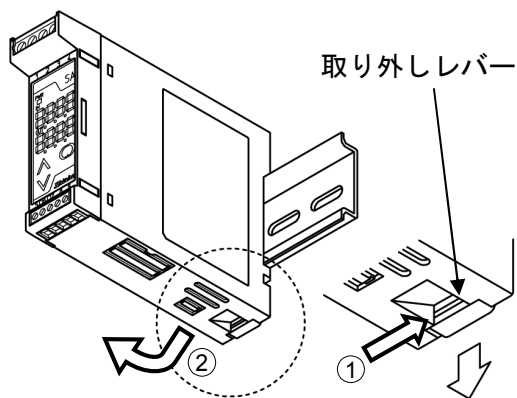

図 3.2-2
本器の下部にある取り外しレバーにマイナスドライバーを差込み①, 取り外しレバーを下げながら DIN レールから取り外してください②。(図 3.2-2)